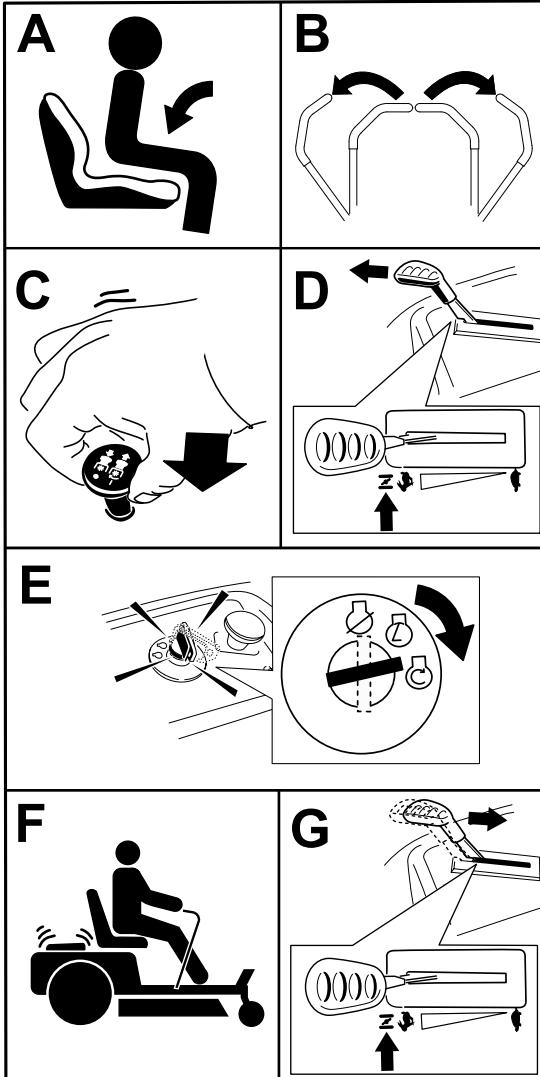

Рисунок 22
Примечание: Если необходимо, при попытке запуска двигателя удерживайте рычаг прижатым к упору в положении «воздушная заслонка» (Рисунок 22).
1. Выключите ножи, переместив переключатель управления ножами в положение ВЫКЛ (Рисунок 22).